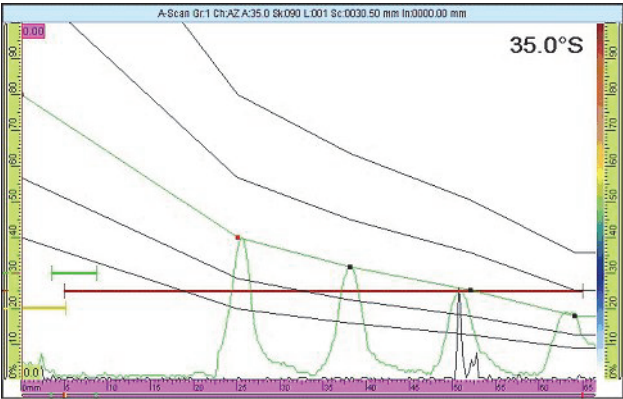

图 6-6 DAC 曲线的确认
3. 在每个反射体上进行扫描, 确认所有反射体的信号都在 DAC 曲线上 (参见第 145 页的图 6-6)。